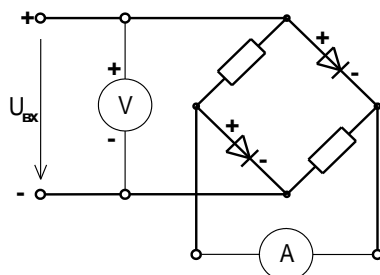

Рис. 8.
**Задача 9.** Для схемы нелинейного моста, представленной на рис. 8, необходимо: